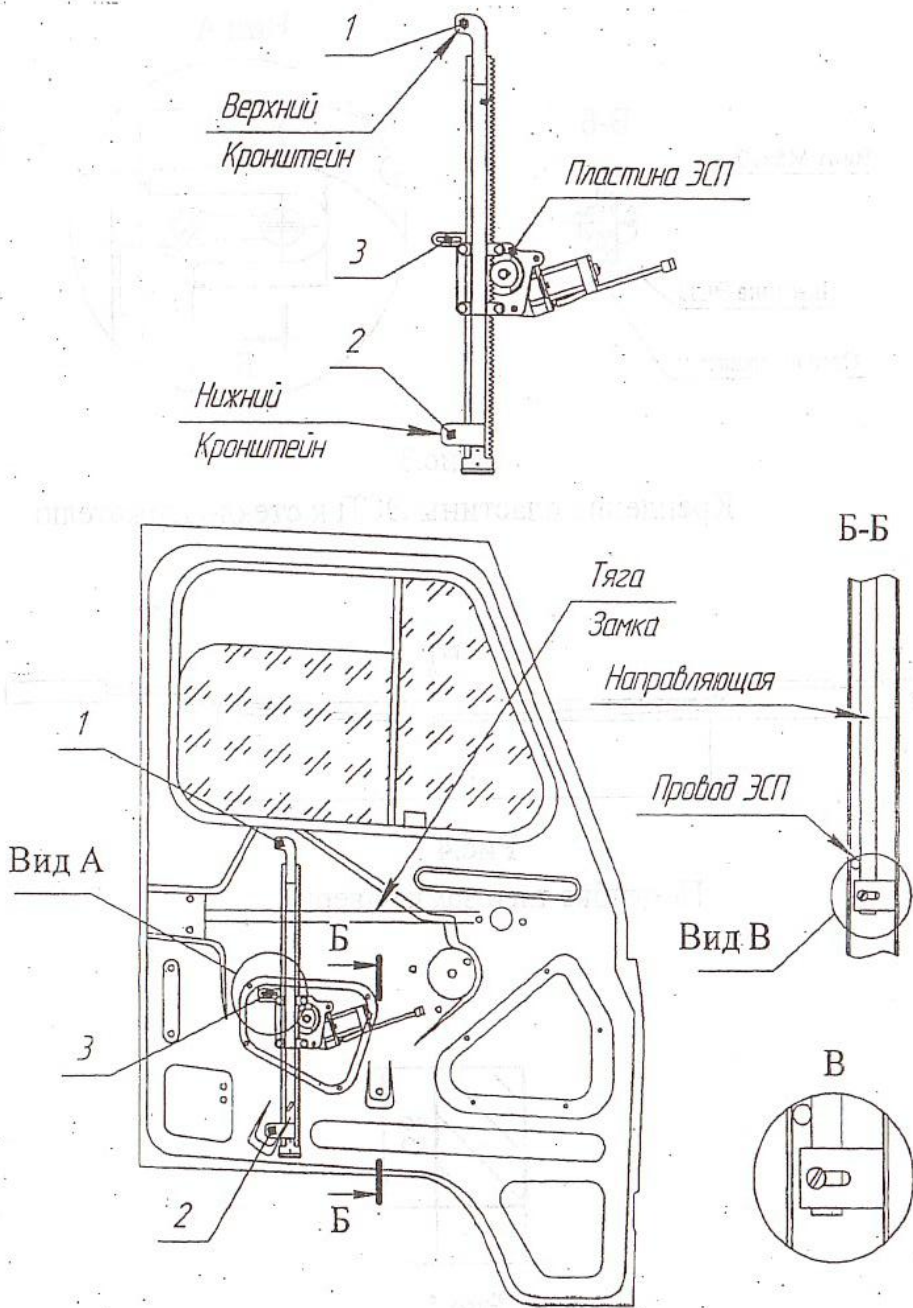

Рис.1
6.5.4 Выверлить отверстие 1 диаметром 7мм, убрать ролик (см. рис.1).
6.5.6 Через проём в двери завести ЭСП, отжав направляющую. Зафиксировать верхний кронштейн штатным винтом М6 с шайбой, а нижний кронштейн гайкой М6 из комплекта крепежных деталей (см. рис.1).
6.8 Зафиксировать провод между направляющей и наружной панелью двери, как показано на рис.1 (Вид В), для предотвращения зацепления провода ЭСП за низ направляющей.